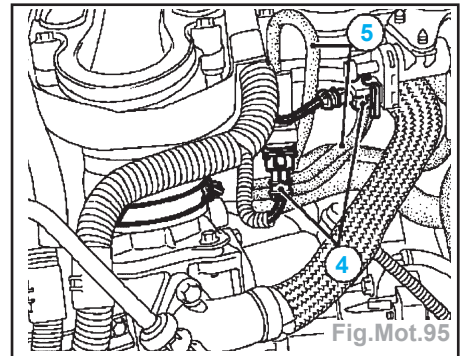

Fig.Mot.95
- le tuyau de recirculation des gaz d'échappement (2),
- desserrer les colliers (7).
- Débrancher (Fig.Mot.95) :